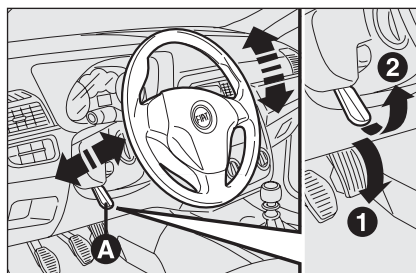

рис. 30
- ☐ Отпустить рычаг **А-Рис. 30**, перемещая его вперед (положение 1);